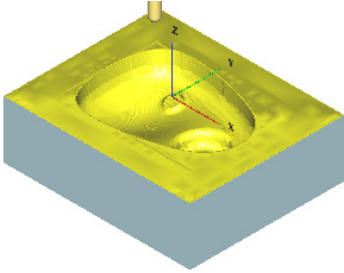

图 3-166 仿真模拟结果（3）
7) 仿真模拟。单击“加工向导”工具栏上的“高级仿真”按钮, 弹出“高级仿真”对话框, 选中所创建的加工, 单击确定按钮; 在弹出的“Cimatron's Verifier”对话框中验证加工效果, 如图 3-166 所示。